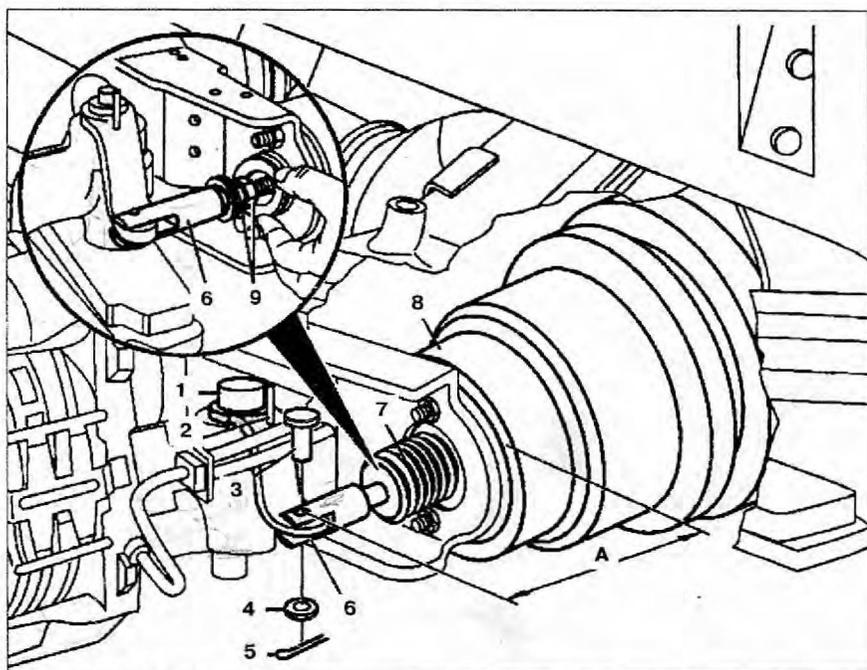

Рис. 7.12. Регулировка привода стояночной тормозной системы:
1. Ослабьте и открутите болт 3 (рис. 7.12).